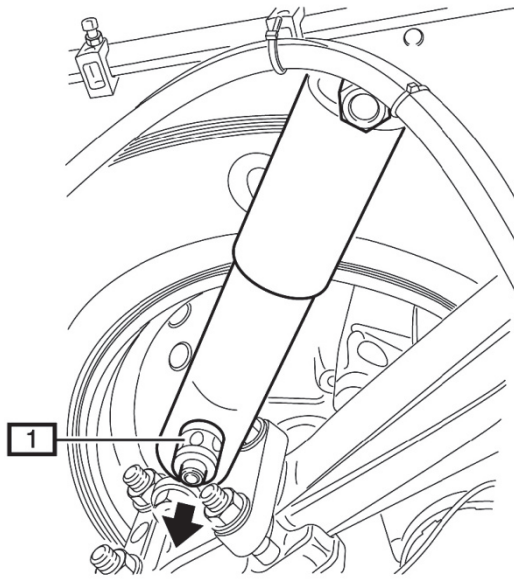

Fig. 2: 1 Anschlusssockel / Connection base / Socle de raccordement / Zócalo de conexión
- **Fig. 2** Schutzrohrseite des PDC Stoßdämpfer am Anhängerrahmen anschrauben.
- Proportionalventil (1) mit pneumatischem Anschluss zur Anhängerrinnenseite (↓ Pfeil) ausrichten.
- **Fig. 2** Screw the side of the PDC shock absorber's protective tube onto the trailer frame.
- Point the proportional valve (1) with the air pipe connection toward the inside of the trailer (↓ arrow).
- **Fig. 2** Visser le côté du tube de protection de l'amortisseur PDC sur le cadre de la remorque.
- Orienter la soupape proportionnelle (1) avec le raccordement pneumatique vers le côté intérieur de la remorque (↓ flèche).
- **Fig. 2** Atornillar el lado del tubo de protección del amortiguador PDC al bastidor del remolque.
- Orientar la válvula proporcional (1) con conector neumático hacia el interior del remolque (↓ flecha).